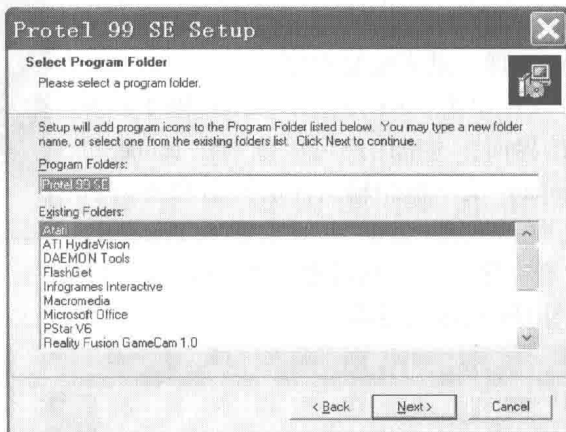

图 1-12 创建开始菜单
5) 如图 1-12 所示, 这时系统提示创建开始菜单, 单击 Next 按钮进入下一步。